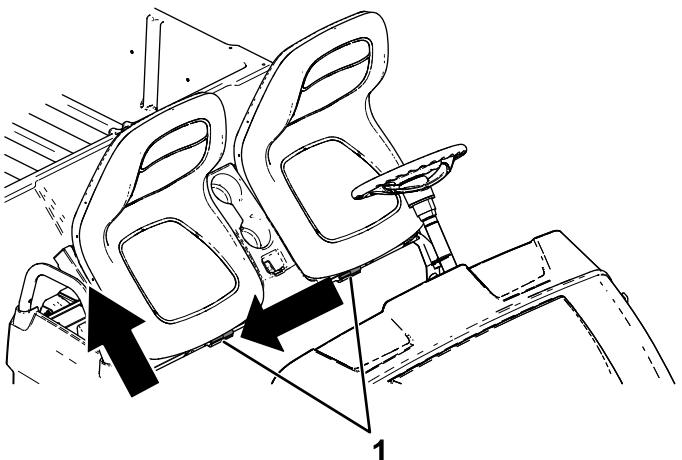

Bild 28
- Schieben Sie den Sitz seitlich aus den Stiften heraus und heben Sie den Sitz hoch (Bild 28).